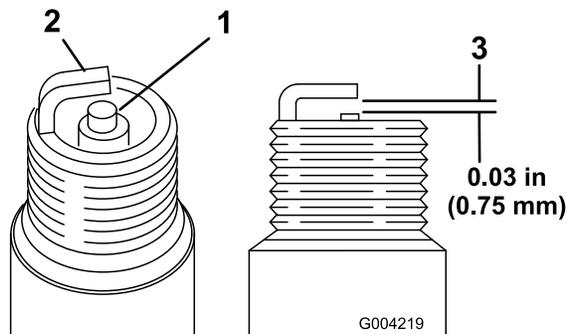

Figura 49
1. Controllate la parte centrale di entrambe le candele (Figura 49). Se l'isolatore è di color marrone chiaro o grigio, il motore funziona correttamente. Una patina nera sull'isolatore significa in genere che il filtro dell'aria è sporco.
2. Controllate la distanza tra gli elettrodi centrale e laterale (Figura 49).
3. Piegare l'elettrodo laterale (Figura 49) se la distanza non è corretta.